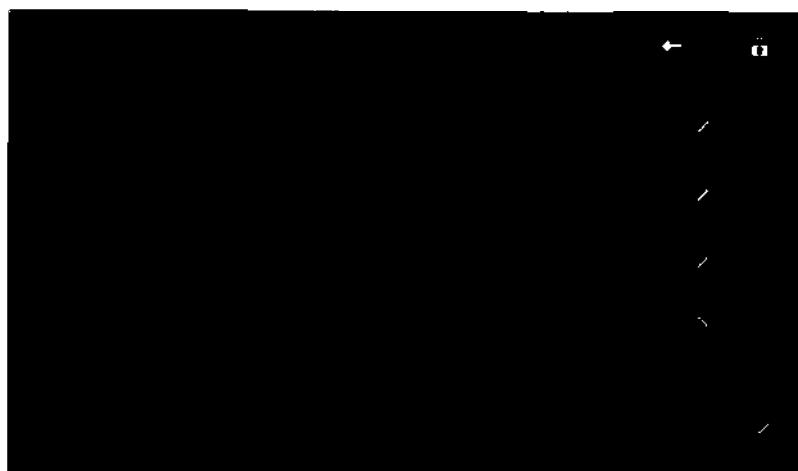

Рис.13.1 – Обновление ПО
13.6. Выберите пункт меню настроек «Обновление ПО» и введите код «2014», как показано на рис.13.1.